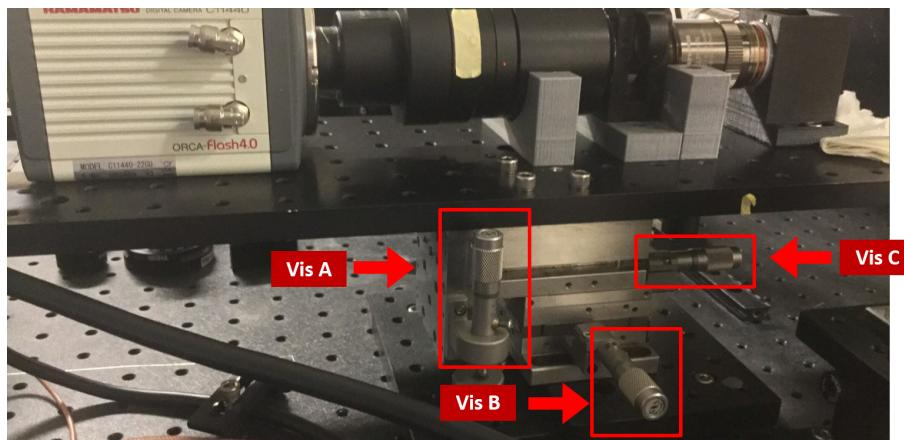

Figure 20 – Vis d'ajustement du plateau de la caméra
11. Ajuster la position verticale de la caméra à l'aide de la *vis A* (voir figure 20).